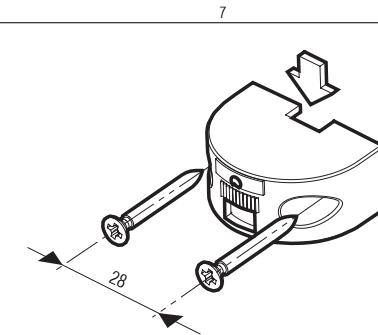

Рис. 5
4. Ввести провода через паз основания и закрепить основание шурупом (8) на кронштейне под выбранным углом в горизонтальной плоскости (рис. 5).